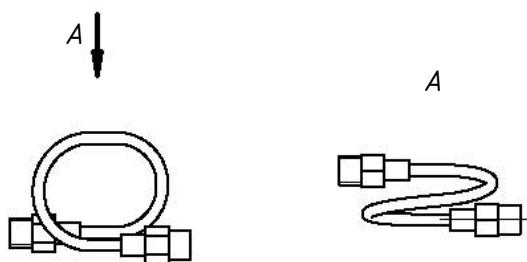

Рис. 9.67. Вставка видов на лист чертежа
- Используя сведения из раздела 9.7.2, создайте сборочный чертеж, в котором будет размещена спецификация. На сборочном чертеже достаточно оставить два вида: спереди и сверху (рис. 9.67).